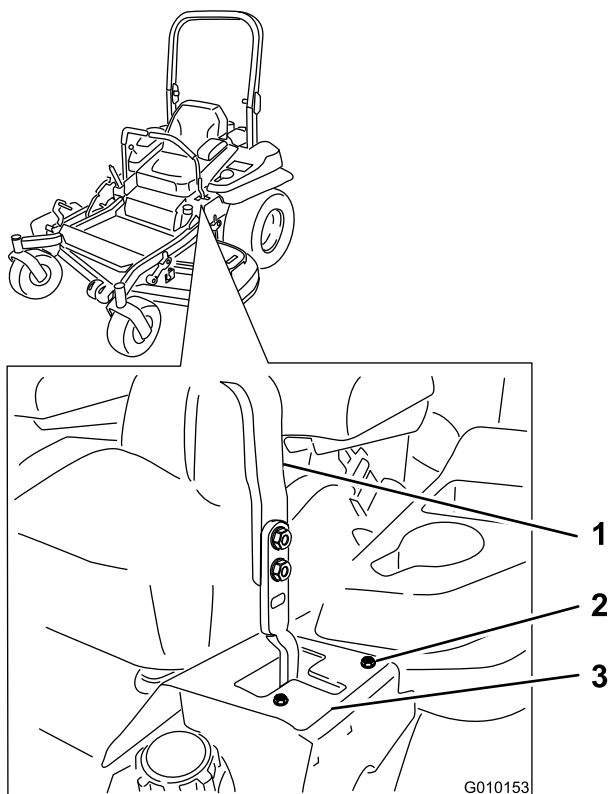

Figura 60
6. Si se desvía hacia la derecha, afloje los pernos y ajuste la chapa del tope izquierdo hacia atrás en la ranura en T de la izquierda hasta que la máquina avance en línea recta (Figura 60).
7. Si se desvía hacia la izquierda, afloje los pernos y ajuste la chapa del tope derecho hacia atrás en la ranura en T de la derecha hasta que la máquina avance en línea recta (Figura 60).
8. Apriete la chapa del tope (Figura 60).